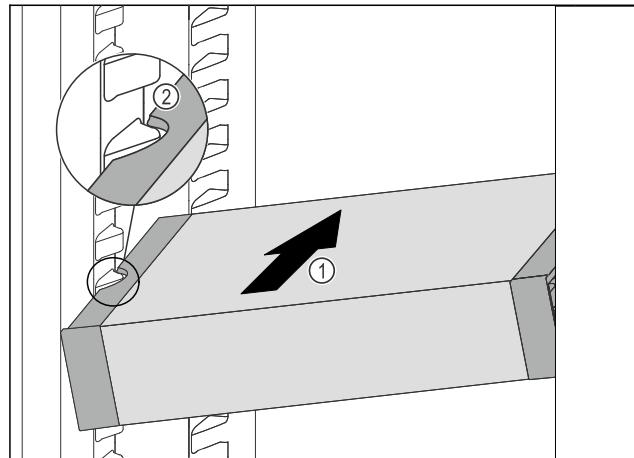

Fig. 93
- Вдвигайте VarioSafe под наклоном в холодильное отделение Fig. 93 (1), пока боковые выемки Fig. 93 (2) VarioSafe не окажутся на высоте выступа резервуара в холодильном отделении.